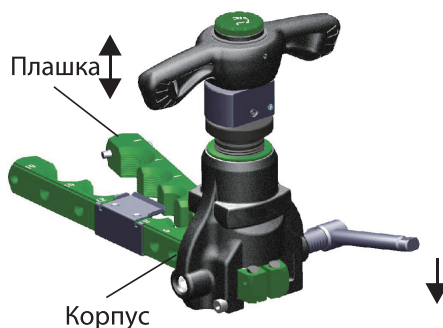

Рис. 12
10. Разъедините плашку с развальцовкой. (рис. 12).